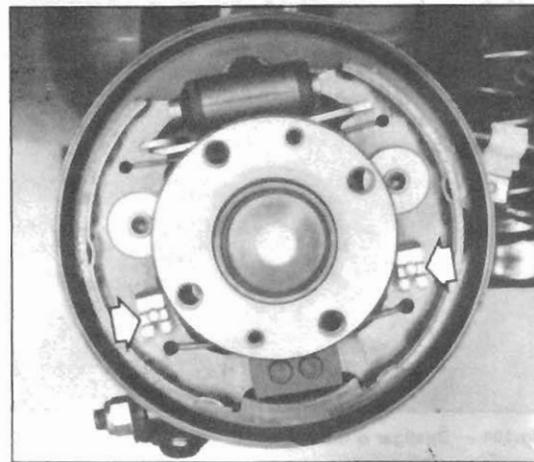

Fig.200 — Orientação das molas
- Orientar as molas da retenção lateral como indicado na fig.200